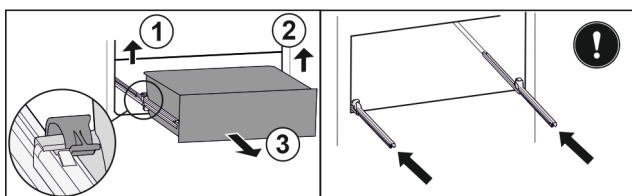

Fig. 119
- Zvedněte levou svorku a současně vytáhněte zásuvku vlevo dopředu. Fig. 119 (1)
- Zvedněte pravou svorku a současně vytáhněte zásuvku vpravo dopředu. Fig. 119 (2)
- Vyjměte zásuvku dopředu. Fig. 119 (3)